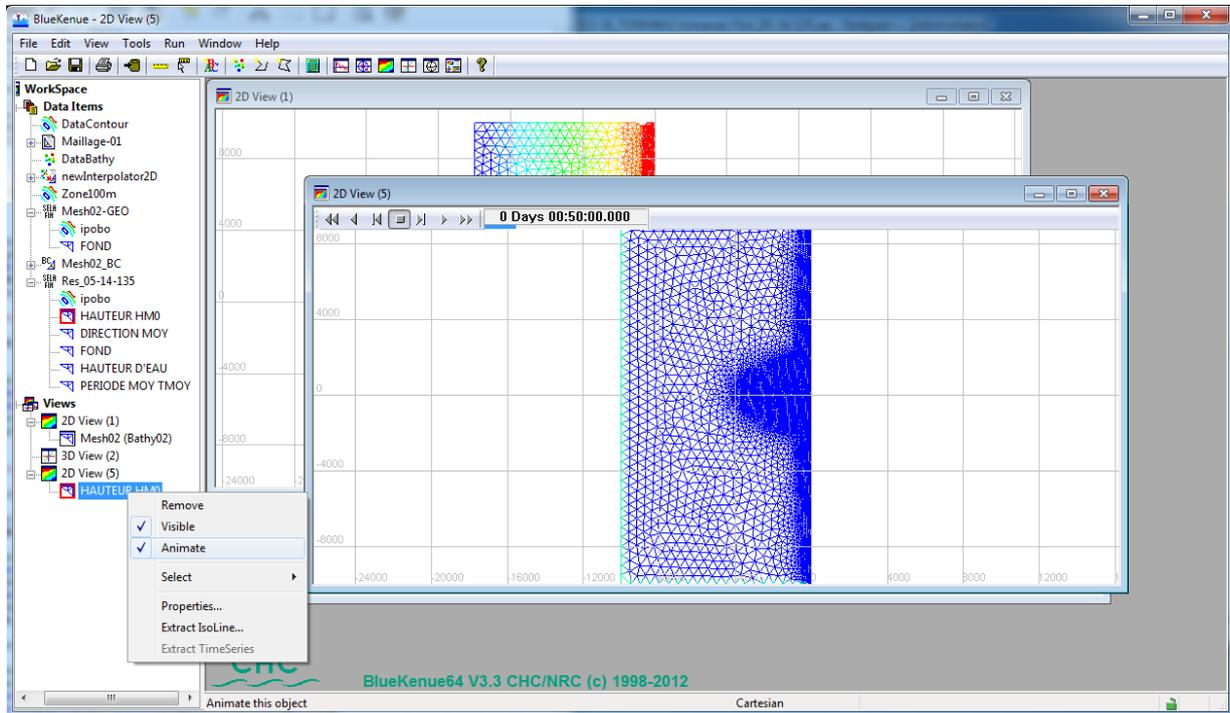

FIGURE 1.16 – Arborescence montrant le contenu d’un fichier de résultat et sélection du mode animation de la variable HAUTEUR HM0
- On voit alors apparaître dans l’arborescence du fichier, les différentes variables qu’il contient (demandées à l’aide du mot clé **VARIABLES POUR LES SORTIES GRAPHIQUES** dans le fichier des paramètres) : **FOND** correspondant à la bathymétrie (identique à celle contenue dans le fichier de géométrie), **HAUTEUR HM0**, **DIRECTION MOY**, **HAUTEUR D’EAU**, **PERIODE MOY TMOY**. (Fig. 1.16)
- Pour visualiser la hauteur significative HM0 en 2D (Fig. 1.16), sélectionnez *HAUTEUR HM0* dans la zone d’arborescence *Data Item/Res\_05-14-135.slf*, puis glissez-déposez l’objet, sur *2D View (1)* dans la zone *Views*.
- Sélectionnez *HAUTEUR HM0*, puis cliquez droit et cochez **ANIMATE**. Une barre d’outils de commande d’animation apparaît en haut de la vue *2D View (1)*, (Fig.1.16).